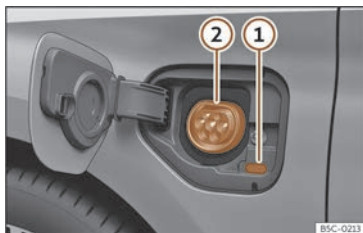

Fig. 56 Detrás da tapa de carga da batería na parte dianteira esquerda: Toma de carga.
>>> **fig. 56**
• Co vehículo desbloqueado, ao premir a tapa de carga da batería esta abrírase >>> **fig. 56**.